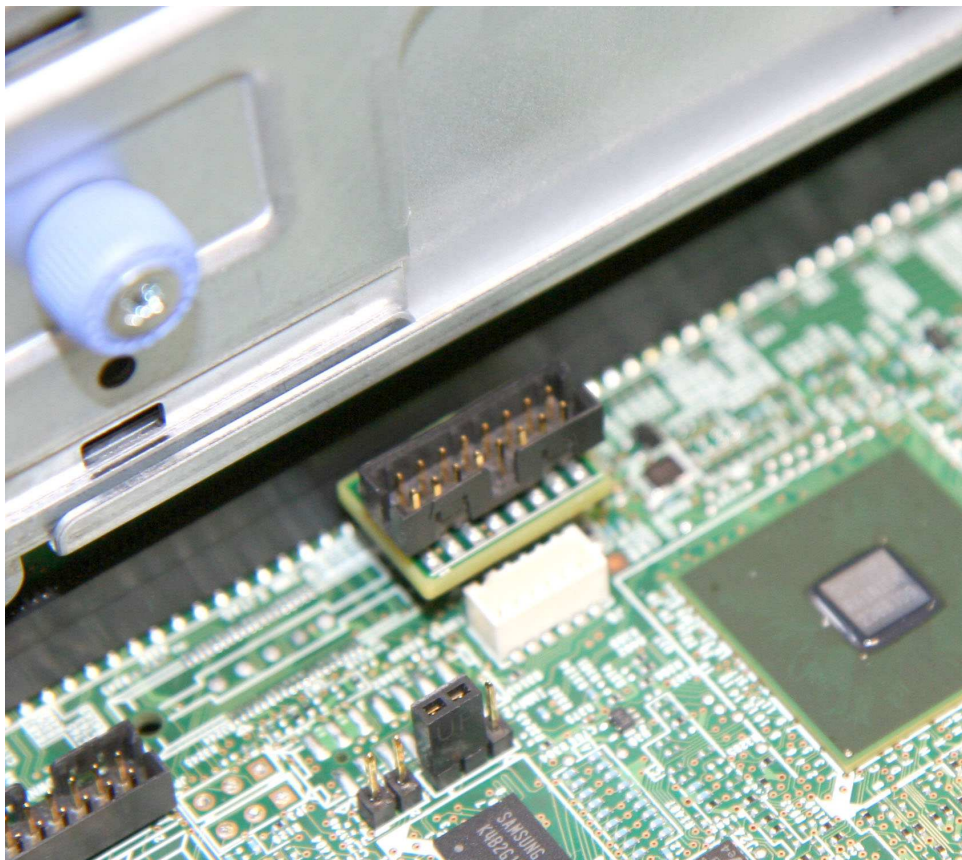

Figura 160. O adaptador LPC que é ajustado no conector LPC da placa-mãe, duas visualizações
3. Remova a placa adaptadora LPC do conector LPC da placa-mãe, como mostrado em Figura 160 na página 201.